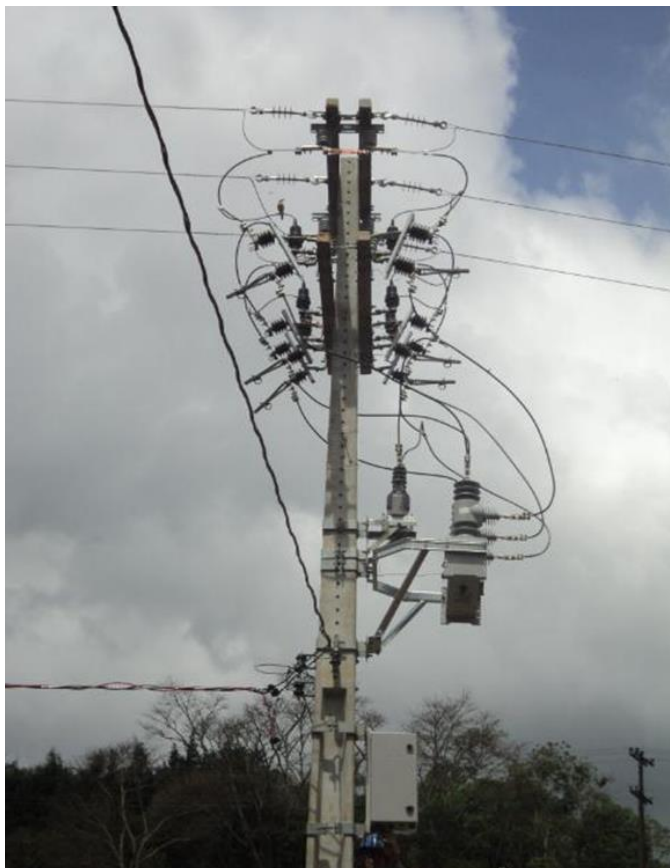

Figura 1 - Vista geral de um Religador de Linha, instalado em poste de concreto
6.3 A vista geral de um Religador de Linha, instalado em poste de concreto, está representada na Figura 1.